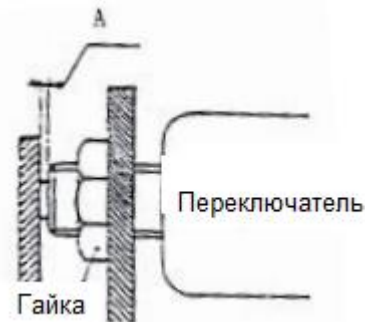

Рисунок 2-8 Регулировка датчика
2.7. Регулировка датчика нажатия педали (рис. 2-8)
- (D) Убедитесь, что стоп-сигналы погрузчика загораются при нажатии педали.